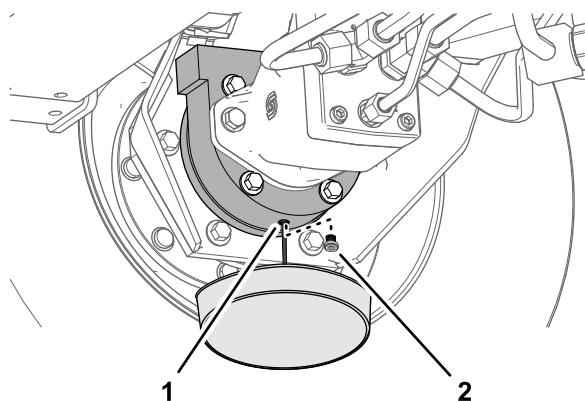

Рисунок 140
- Подставьте сливной поддон под корпус тормоза, снимите пробку сливного отверстия и дайте маслу полностью стечь (Рисунок 140).